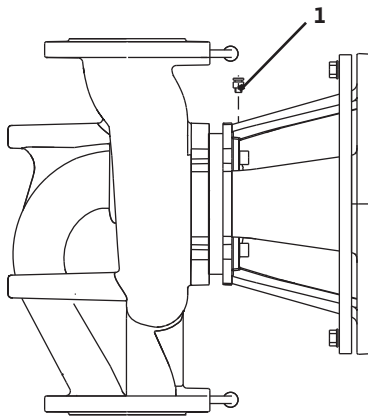

Fig. 38: Avluftningsventil
- Avlufta pumpen genom att lossa avluftningsventilen (fig. 38, pos. 1). Torrkorning förstör pumpens mekaniska axeltätning. Differenstrycksgivaren får inte avluftas (risk för skador).